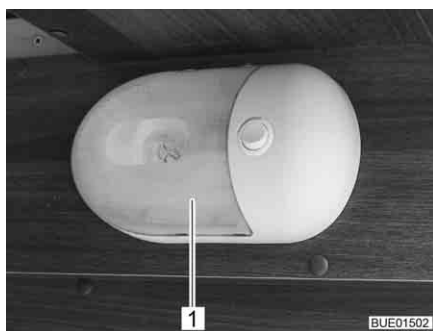

Bild 249 Lastlampa
- Tryck försiktigt samman den transparenta kåpan (Bild 249,1) på båda sidor, dra lätt bort den från brytaren och ta bort den framifrån.